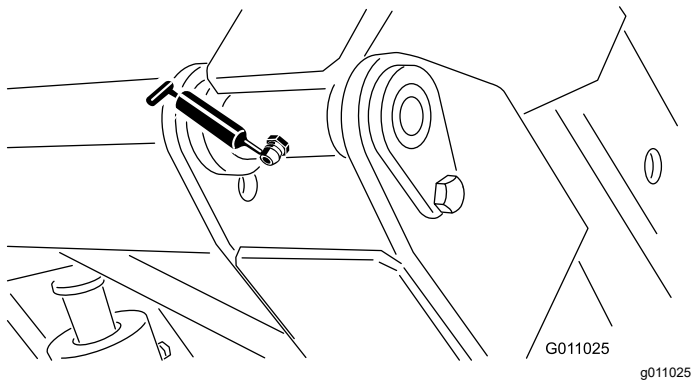

Figure 33
- Pivot de trémie (supérieur) (2) (Figure 33)